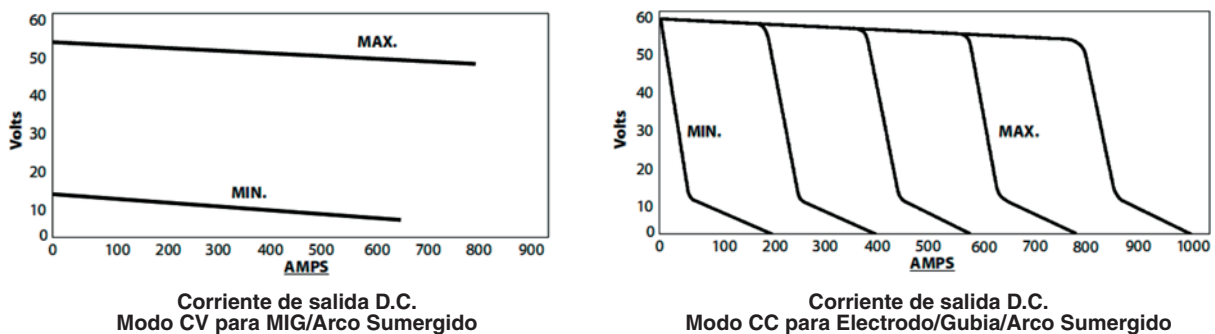

Figura 3.1. Curvas voltios-amperios
La figura 3-1 ilustra las características estáticas de volts-amperes para la fuente de poder en los modos MIG (CV), TIG (CC) y ELECTRODO (CC). La inclinación de estas curvas se refiere a la pendiente y generalmente se define como la caída de tensión por 100 amperes de elevación de corriente. Estas curvas muestran la tensión de salida disponible en cualquier corriente dada de salida entre los valores mínimo y máximo del control de salida. Los valores para otros ajustes caen entre las curvas mínima y máxima. Como la pendiente de tensión-corriente es lineal, es posible seleccionar las condiciones de soldadura mediante la estimación de la tensión necesaria para una determinada corriente, cuando se opere en modo CV.